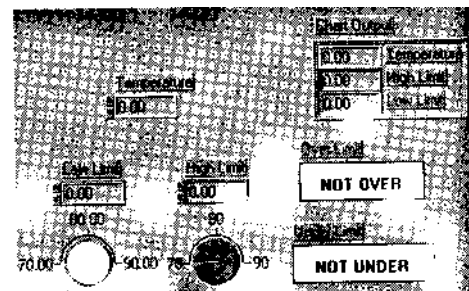

Рис. 1.9
1. Откройте подприбор **Температурное состояние** (Temperature Status) щелчком по его иконке. При этом вызывается лицевая панель, изображенная на рис. 1.9.